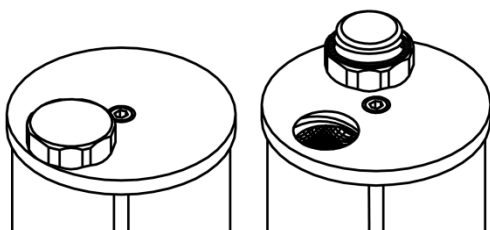

Fig. 8: Contenitore da 0,8 litri con coperchio avvitabile
- Contenitore da 0,8 litri : aprire il coperchio avvitabile (filettatura a passo grosso e chiusura a tenuta con o-ring) e posizionarlo sulla flangia superiore (Fig. 8, protezione anti-perdita)